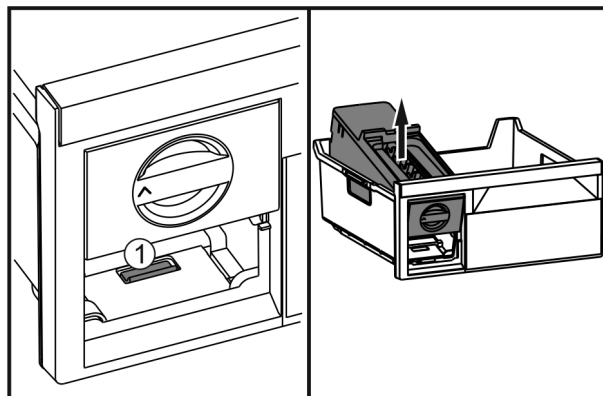

Fig. 40
- ▶ Stlačte sponu Fig. 40 (1), nadvihnite zariadenie EasyTwist-Ice zozadu a vyberte ho zo zásuvky na zmrazovanie.